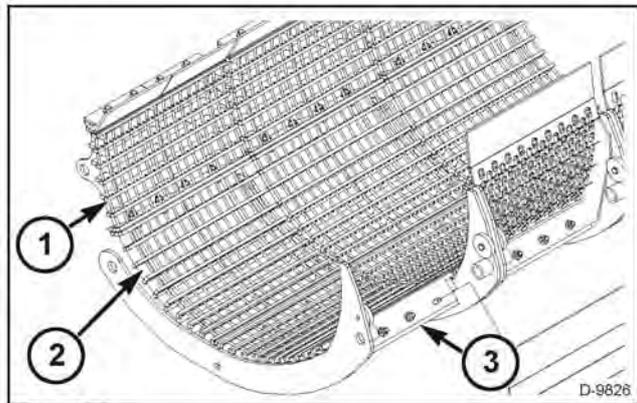

FIG. 148
FIG. 148: para modificar una cosechadora para grano a maíz o soja, retirar los 45 alambres removibles de la parte superior de los cóncavos (1) y los 60 alambres de ambas partes, derecha (2) e izquierda (3) de las secciones inferiores del cóncavo.